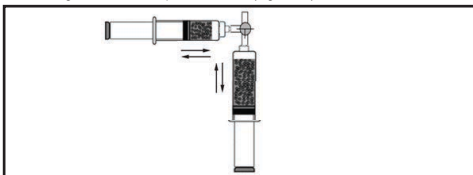

Figura 10.
- 2.4 Conecte la jeringa de carga del fármaco de microesferas y la segunda jeringa de carga a una llave de paso de 3 vías (Figura 10).